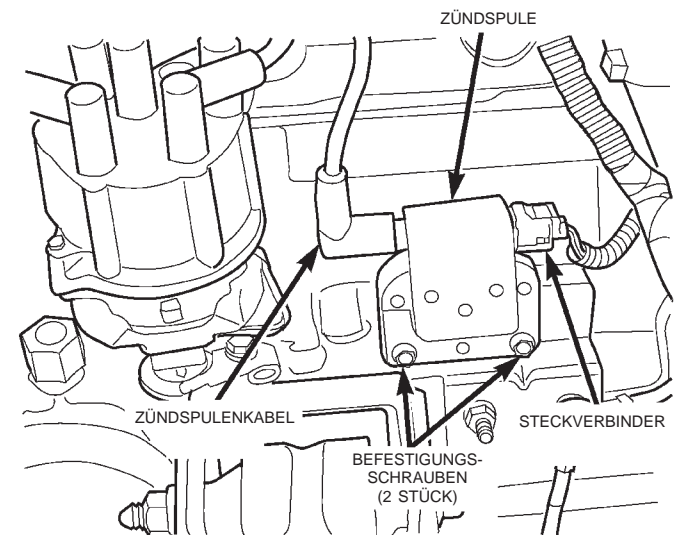

Abb. 28 Zündspule — 4.0L-Motor
Die Zündspule ist an einer Halterung seitlich am Motor (vor dem Zündverteiler) angebracht (Abb. 28).
- (1) Zündspulenkabel von der Zündspule abbauen (Abb. 28).
- (2) Kabelbaum-Steckverbinder von der Zündspule abziehen.
- (3) Befestigungsschrauben der Zündspule lösen (auf der Rückseite der Halterung können auch Muttern angebracht sein).
- (4) Zündspule abnehmen.